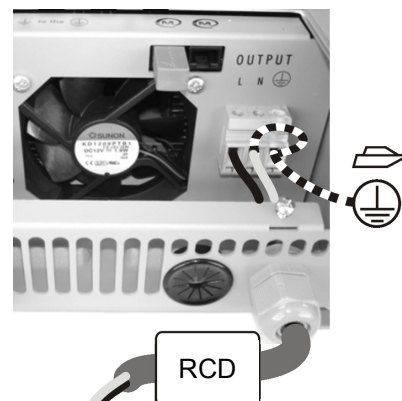

Figura 16
2. Collegare il carico AC all'uscita AC dei dispositivi (figura 16).